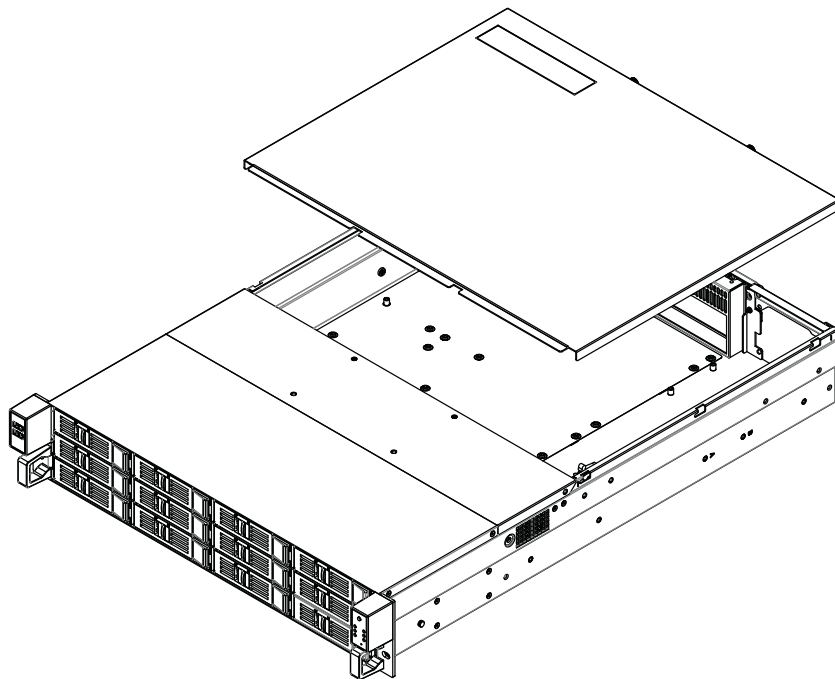

Figure 2.1 Removing the rear top cover/ 移除后顶盖 / 移除後上蓋
2. Slide the rear top cover backwards before lifting up to remove it (see Figure 2.1).
2. 将后顶盖向后拉出然后向上抬起（如图 2.1 所示）。